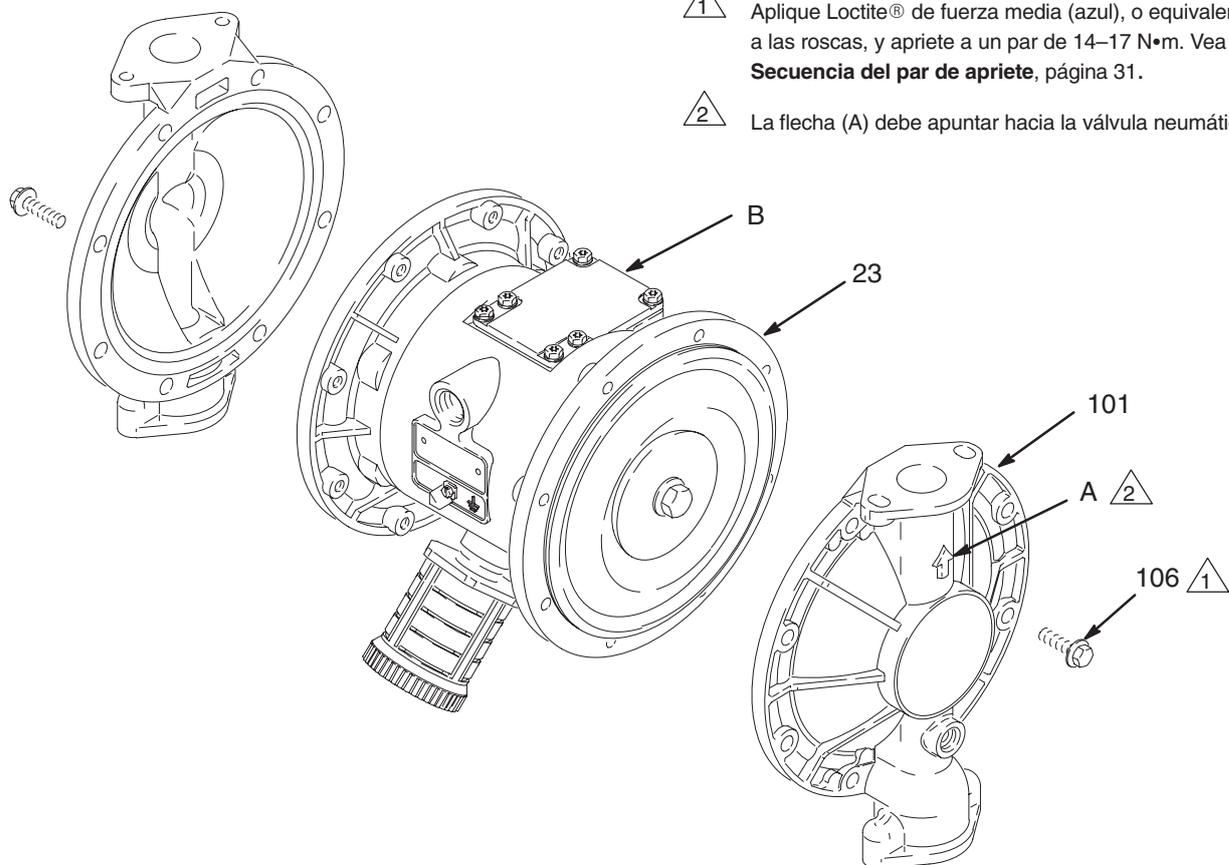

Fig. 13
3. Utilizando llaves de tubo de 10 mm, extraiga los tornillos (106) que sujetan las tapas del fluido (101) a las tapas del aire (23). Extraiga las tapas del fluido (101) de la bomba. Consulte la Fig. 13.
- c. *En modelos de PTFE únicamente, instale la membrana de PTFE (403*). Asegúrese de que la cara marcada AIR SIDE queda orientada hacia el alojamiento central (1).*
- d. Instale la membrana (401*) en el perno. Asegúrese de que la cara marcada AIR SIDE queda orientada hacia el alojamiento central (1).
- e. Instale la placa del lado de aire de la membrana (104) de forma que la parte redondeada esté dirigida hacia la membrana (401). Esta placa se utiliza en todos los modelos, y está marcada con su número de referencia.
- f. Aplique Loctite® de fuerza media (azul), o equivalente, a las roscas del perno (107). Enrosque a mano el perno en el eje (24).
3. Engrase el eje de la membrana en toda su longitud y en los extremos (24) y deslícelo por el alojamiento (1).
5. Sujete un perno del eje (107) con una llave y apriete el otro perno a un par torsor de 27–34 N•m a 100 rpm como máximo.
6. Alinee las tapas del fluido (101) y el alojamiento central (1) de forma que las flechas (A) de las tapas queden orientadas en la misma dirección que la válvula neumática (B). Aplique Loctite® de fuerza media (azul) o equivalente, a las roscas de los tornillos (106). Asegure las tapas con los tornillos apretados a mano. Consulte la Fig. 13. Apriete los tornillos de forma transversal y por igual a un par de apriete de 14–17 N•m con una llave de tubo de 10 mm. Vea la **Secuencia del par de apriete**, página 31.